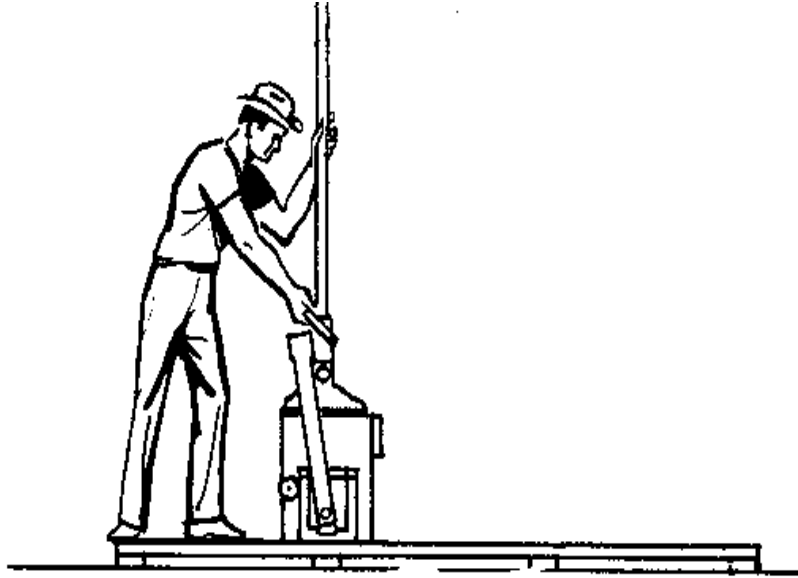

Fig. 9 - Raising the Lever.
(4) la Hartura las esquinas de la caja a la cima para que las esquinas de que el bloque acabado será bien apretó.
(5) Apriete un poco en las esquinas con sus dedos.
(6) Reemplace la tapa.
(7) el Movimiento la palanca a un vertical posicionan, mientras permitiendo el más bajo Los rodillos de entran en el lugar (vea Fig. 9).